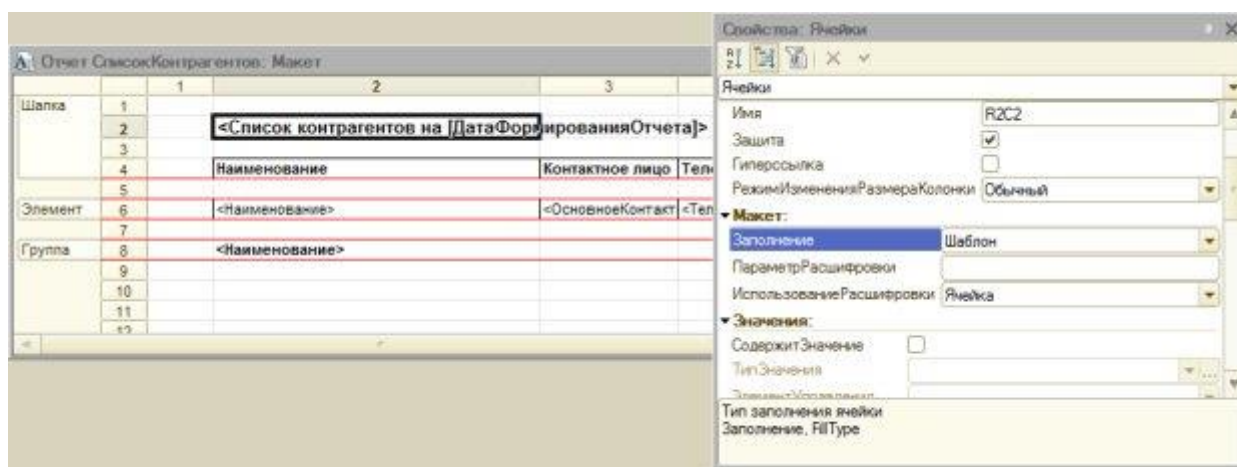

Рисунок 9.5 - Настройка ячейки, содержащей шаблон
6. Ячейка 2,2 заполнена следующим образом: в нее сначала введен текст "**Список контрагентов на [ДатаФормированияОтчета]**", после чего вызвано окно свойств этой ячейки, в которых, в свойстве **Заполнение** выбрано **Шаблон**, Рисунок 9.5.